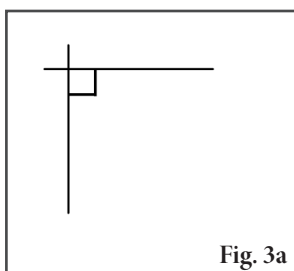
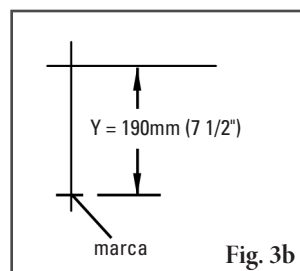
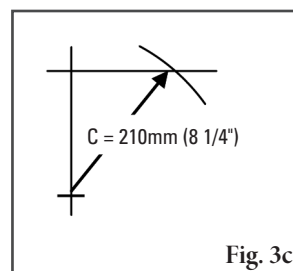
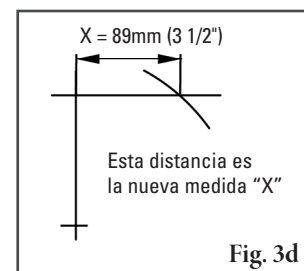

Fig. 3a
Fig. 3b
Fig. 3c
Fig. 3d
- Determine la medida final.** En una superficie vertical plana, con un nivel, trace una línea horizontal y una vertical creando un triángulo rectángulo (Fig. 3a). Mida desde la intersección en la medida "Y" establecida y marque (Fig. 3b). Con la cinta mida comenzando en la marca "Y" modificada, mueva la cinta a lo largo de la línea de "X" y marque la medida "C" donde cruza la línea "X" (Fig. 3c). Mida desde la intersección hacia la intersección "C" y esta será su nueva medida "X" (Fig. 3d).